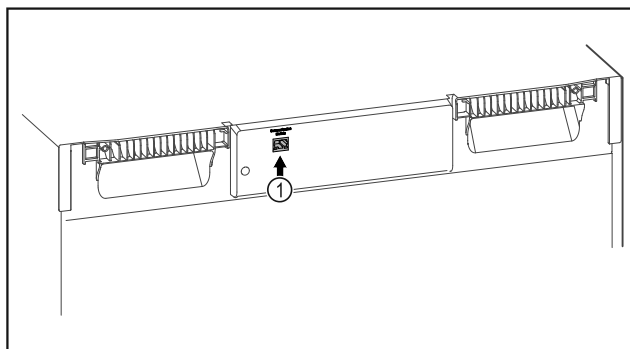

Fig. 83
SmartModule Fig. 83 (1) is geplaatst.